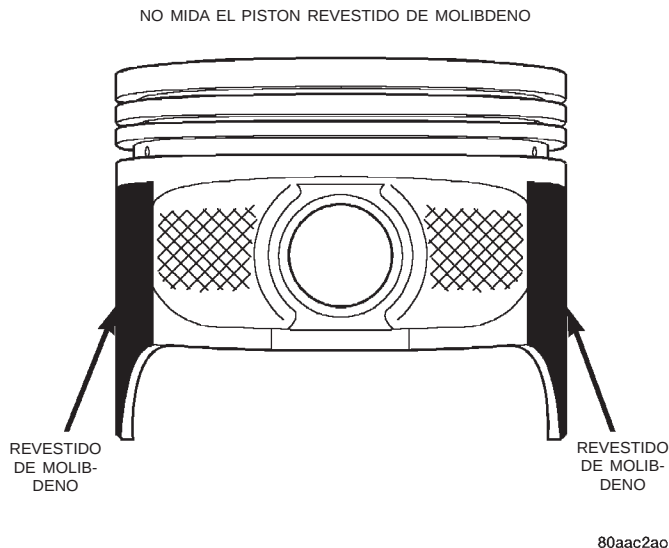
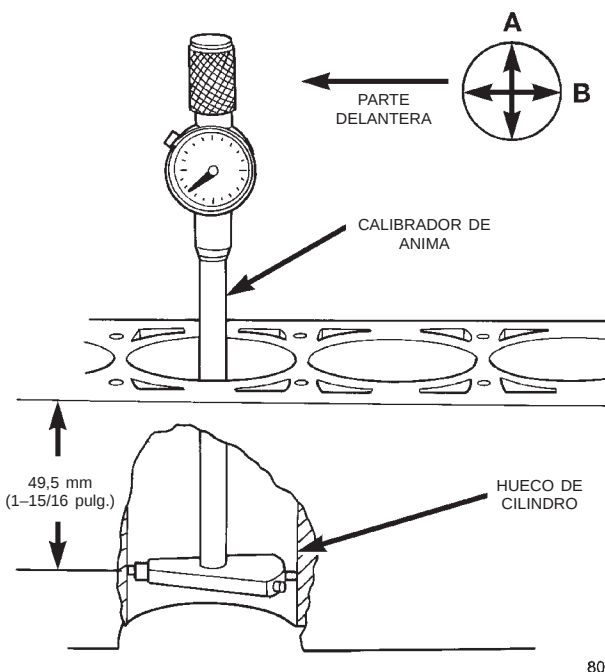

Fig. 3 Pistón revestido de molibdeno
Fig. 4 Calibrador de ánima
(1) Para seleccionar correctamente el pistón de la medida apropiada, se requiere un calibrador de hueco de cilindro, capaz de efectuar lecturas con INCREMENTOS de 0,003 mm (0,0001 pulg.). En caso de no disponer de un calibrador de ánima, no utilice un micrómetro interior.
(2) Mida el diámetro interior del hueco del cilindro en un punto situado a 49,5 mm (1-15/16 pulgadas) por debajo de la parte superior del hueco. Comience realizando una lectura perpendicular (cruzada o en ángulo de 90 grados) al eje del cigüeñal en el punto A y a continuación tome una lectura adicional a 90 grados de ésta en el punto B (Fig. 4).
(3) Los pistones revestidos recibirán servicio con el eje de pistón y la biela previamente ensamblados. **El conjunto de biela de pistón revestido puede utilizarse para el servicio de motores fabricados con anterioridad y DEBEN reemplazarse como juegos completos.** Los pistones revestidos de estaño no deben utilizarse como recambios de pistones revestidos nuevos.
(4) El material de revestimiento se aplica al pistón después del proceso de maquinado final. La medición del diámetro externo de un pistón revestido no proporcionará resultados precisos (Fig. 3). Por lo tanto, es **OBLIGATORIO** medir el diámetro interior del hueco del cilindro con un calibrador de ánima. Para seleccionar correctamente el pistón de la medida apropiada, se requiere un calibrador de hueco de cilindro, capaz de efectuar lecturas con incrementos de 0,003 mm (0,0001 pulg.).
(5) La instalación del pistón dentro del hueco del cilindro exige un poco más de presión que la requerida para la instalación de pistones sin revestimiento. El revestimiento adherido al pistón dará la aparien-